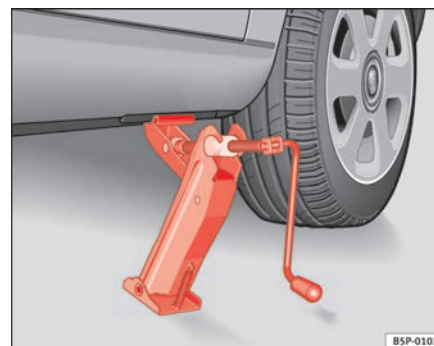

Abb. 179 Wagenheber
- Richten Sie den Wagenheber so aus, dass seine Klaue den Steg des Unterholms umfasst und die bewegliche Grundplatte plan auf dem Boden aufliegt ⇒ Seite 251, Abb. 179.